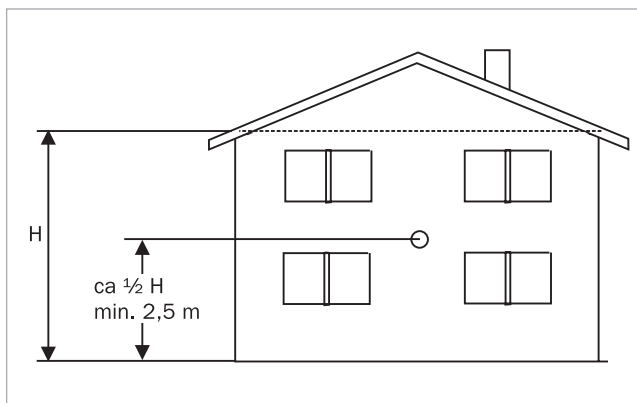

Fig. 28: Posición del sensor exterior
- A mitad de altura de la fachada, pero como mínimo a 2,5 m de altura (véase → fig. 28).